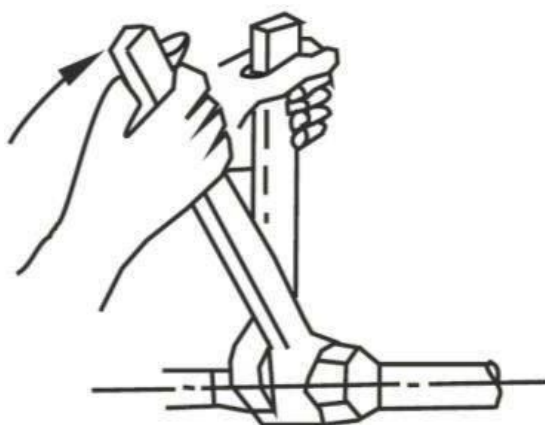

图2-15 扳手拧紧示意图
2. 紧固螺母对准连接配管，用手拧紧连接螺母，然后用扳手按图 2-15 所示拧紧。